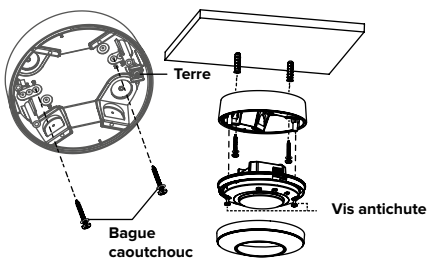

FIG. 13
3. Pour le montage sur une dalle de plafond, utilisez les 2 découpes rondes dans le boîtier et fixez le boîtier avec les 2 vis avec rondelles en caoutchouc (FIG. 13).
4. Connectez le câblage et fixez le capteur dans le boîtier avec les vis antichute (FIG. 13).